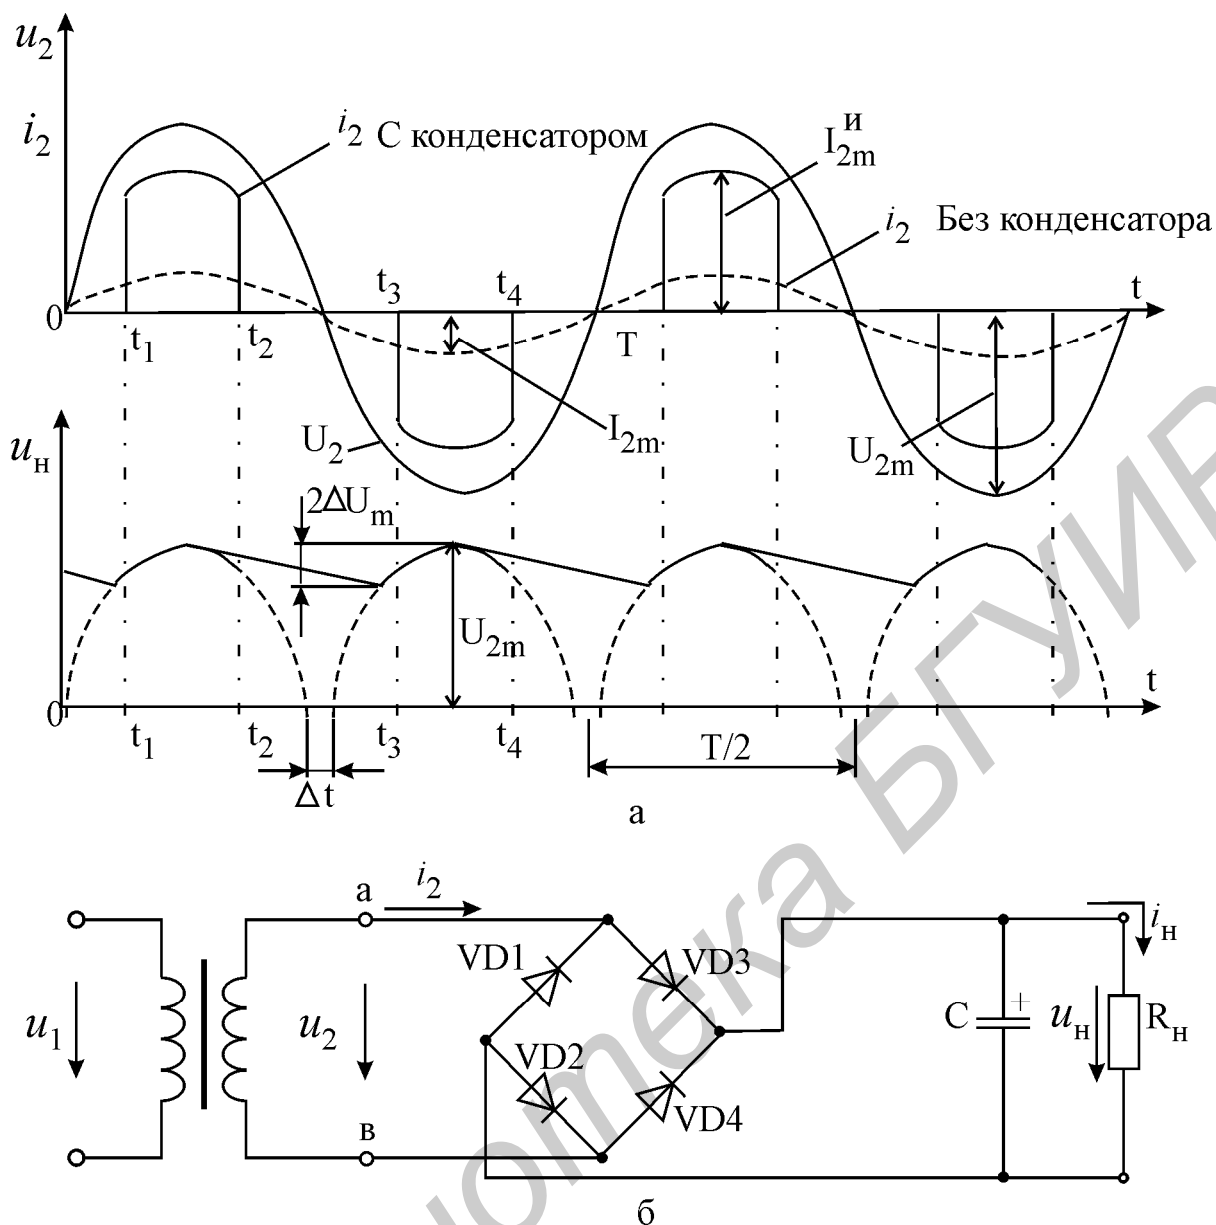

Рис. 4.2. Временные диаграммы напряжений и токов (а);
Выпрямители бывают управляемые и неуправляемые, однофазные и трехфазные, однополупериодные и двухполупериодные. Здесь рассматривается лишь наиболее распространенная схема неуправляемого однофазного двухполупериодного мостового выпрямителя (рис. 4.2, б). Он собран на диодах VD1 – VD4. В качестве фильтра используется конденсатор С.
В этом варианте работа схемы очень проста. В положительный полупериод напряжения $u_2(t)$ ($0 - T/2$ на рис. 4.2, а) открыта пара диодов VD2, VD3, а пара VD1, VD4 - заперта. Потенциал точки “а” выше потенциала точки “в”, и ток идет по цепи “а” – VD3 – Rн – VD2 – “в”. В отрицательный полупериод ($T/2 - T$) пары диодов меняются ролями. В обоих полупериодах ток через нагрузку i_n идет в одном и том же направлении. Диаграмма тока i_2 во вторичной обмотке трансформатора в этом случае представляет собой обычную синусоиду (штриховая линия на рис. 4.2, а).
Диаграмма выпрямленного напряжения на нагрузку (штриховая линия на рис. 4.2, а) имеет примечательную особенность: между полупериодами напряжения есть промежутки времени Δt , на которых напряжение равно нулю. Эти промежутки обусловлены прямым падением напряжения на диодах $U^* \approx 0,7$ В и называются зонами нечувствительности. Эффект нечувствительности делает невозможным выпрямление малых напряжений порядка 2 - 3 В с помощью чисто диодных схем выпрямителей. В этих случаях используют более сложные выпрямители, содержащие помимо диодов еще и операционные усилители.
При наличии конденсатора схема выпрямителя работает в импульсном режиме. Теперь для того чтобы пара диодов VD_2, VD_3 открылась, недостаточно только изменения отрицательной полуволны напряжения u_2 на положительную. Необходимо, чтобы напряжение u_2 стало больше напряжения на конденсаторе U_H , которое поддерживает диоды моста в запертом состоянии. Условие $u_2 > U_H$ выполняется в промежутки времени $t_1 - t_2$ и $t_3 - t_4$, когда через диоды протекают импульсы тока, заряжающие конденсатор C (рис. 4.2, а). В остальное время диоды заперты, и ток I_H через нагрузку протекает за счет разряда через нее конденсатора. Форма тока I_H подобна форме напряжения U_H на рис. 4.2, а. Амплитуда зарядных импульсов тока I_{2m}^i в 3 - 8 раз превышает значение постоянного тока I_H через нагрузку.
где ΔU_m - допустимая амплитуда пульсаций (рис. 4.2,а); $U^* \approx 0,7$ В - прямое напряжение на открытом диоде; U_H - желаемое постоянное напряжение на нагрузке. Тогда искомое действующее значение напряжения $u_2(t)$
- 2.1. Изобразите в отчете схему мостового выпрямителя (рис. 4.2, в). Напряжение на выходе вторичной обмотки трансформатора: $u_2(t) = 14,1 \sin 314t$ (В).